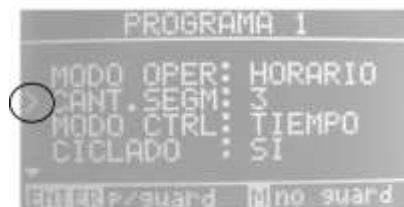

Fig.8
- 1) Desde PROGRAMA n, seleccionar con **◀▶** la opción EDITAR y presionar **↓**. El parámetro próximo a ser editado aparecerá precedido por el signo **>** (fig.8)